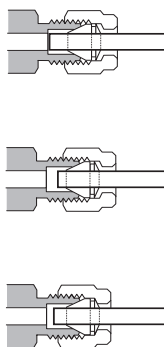

Рис. 16 Готовый фитинг
- 10 На Рис. 16 показаны соединения, обжатые правильно и неправильно. Обратите внимание, что конец трубки в правильно обжатом фитинге не раздавлен и не мешает работе ферул.